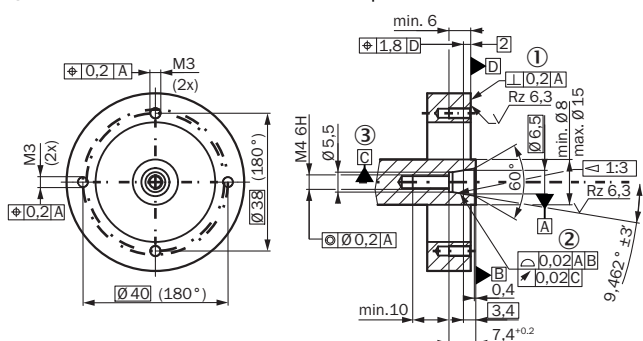

Figura 6: Especificaciones de montaje del eje cónico
- Para medir la temperatura de servicio debe utilizarse el punto de medición definido (4) en el sistema de realimentación del motor (véase el dibujo acotado, Figura 6).